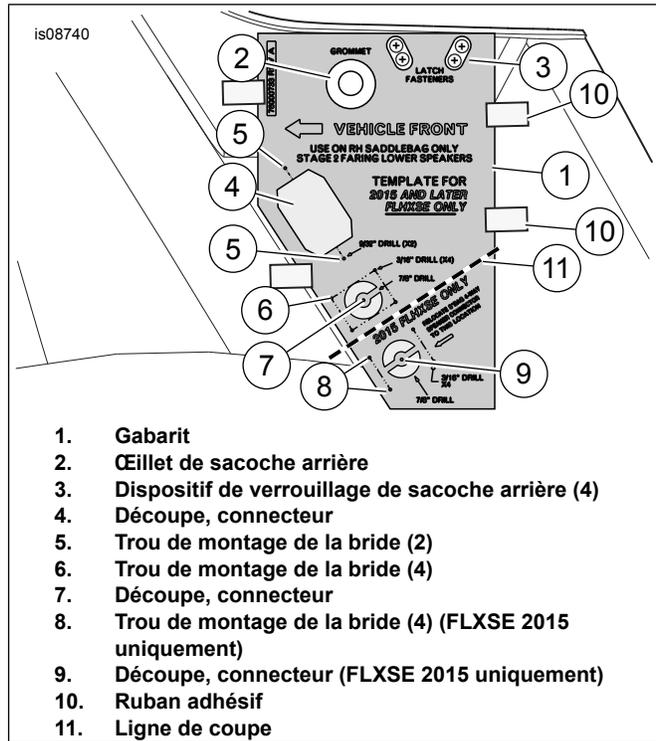
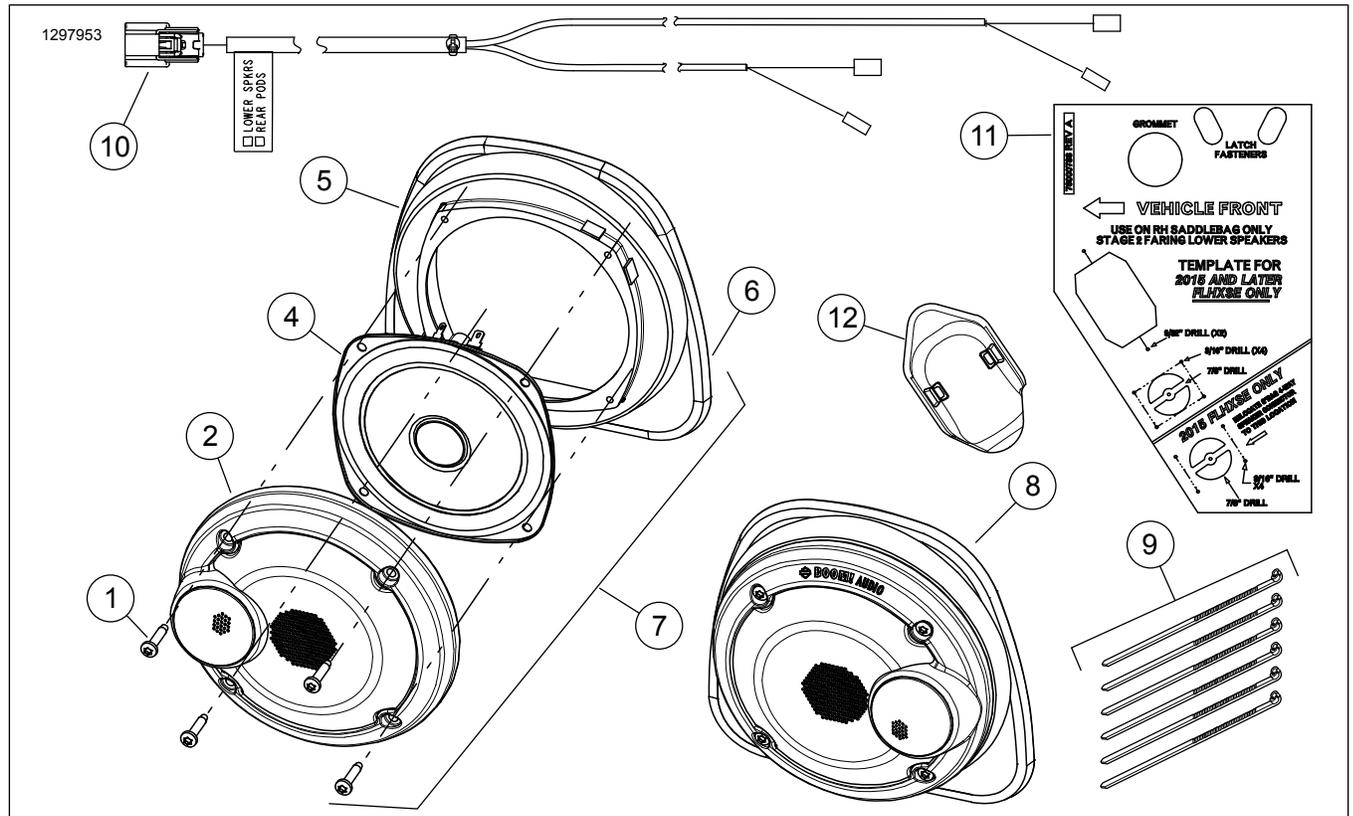

Figure 3. Découpe de sacoche droite et installation du faisceau de perçage
Figure 4. Pièces de rechange, haut-parleurs de bas de carénage
Consultez Figure 4 et Tableau 1 .
1. Consultez Figure 4 . **Stage I** : acheminez les petits conducteurs de borne sur le faisceau de fils (10) vers le carénage inférieur. **Stage II** : le faisceau de fils (10) n'est pas utilisé. Jetez le faisceau de fils. Acheminez le faisceau latéral du véhicule selon les instructions du kit d'installation de l'amplificateur. **AUCUN** trou ne doit être percé dans le bas de carénage.
Connectez [313] au faisceau de fils (10). Consultez Figure 4 . Passez à la section FINALISATION.
1. Consultez Figure 3 . Utilisez le gabarit (1) pour découper les ouvertures dans la sacoche pour le connecteur à bride [289-1] à 18 voies de l'amplificateur de **bas de carénage** .
- b. Placez le gabarit sur la sacoche. Alignez l'œillet (2) et verrouillez les ouvertures du dispositif de verrouillage (3). Utilisez du ruban (10) pour fixer le gabarit en place.
- d. Tracez le contour (4) de découpe sur la sacoche. Tracez le contour (7) de découpe sur la sacoche. Tracez le contour (9) de découpe sur la sacoche.
- e. Percez deux trous (5) de 9/32 po pour les emplacements de montage de la bride du connecteur. Percez cinq trous (6) de 3/16 po pour les emplacements de montage de la bride du connecteur. Percez cinq trous (8) de 3/16 po pour les emplacements de montage de la bride du connecteur.
- f. Retirez le gabarit. Utilisez une scie à air ou un outil similaire pour couper la découpe du connecteur (4). Vérifiez la taille de l'ouverture (4) avec le connecteur à bride à 18 voies [289-1A] sur le faisceau de la sacoche (consultez Figure 4 , article no 7). Façonnez le trou comme illustré sur le gabarit si nécessaire pour un bon ajustement.
- a. Coupez le fond du gabarit le long de la ligne de coupe (11). Jetez le fond du gabarit.
- c. Placez le gabarit sur la sacoche. Alignez l'œillet (2) et verrouillez les ouvertures du dispositif de verrouillage (3). Utilisez du ruban (10) pour fixer le gabarit en place.
- e. Tracez le contour (4) de découpe sur la sacoche. Tracez le contour (7) de découpe sur la sacoche.
- f. Percez deux trous (5) de 9/32 po pour les emplacements de montage de la bride du connecteur. Percez cinq trous (6) de 3/16 po pour les emplacements de montage de la bride du connecteur.
- g. Retirez le gabarit. Utilisez une scie à air ou un outil similaire pour couper la découpe du connecteur (4). Vérifiez la taille de l'ouverture (4) avec le connecteur à bride à 18 voies [289-1A] sur le faisceau de la sacoche (consultez Figure 4 , article no 7). Façonnez le trou comme illustré sur le gabarit si nécessaire pour un bon ajustement.
- h. Après avoir installé le connecteur à 18 voies [289-1] : Installez le cache-connecteur (12) par-dessus en l'enclenchant en place. Fixez les faisceaux de fils à l'intérieur de la sacoche à l'aide des sangles de câble et des bases adhésives fournies avec le kit d'installation d'amplificateur. Terminez l'installation de l'amplificateur Stage II selon les instructions dans ce kit.
Consultez Figure 3 , articles no 6 et 7.